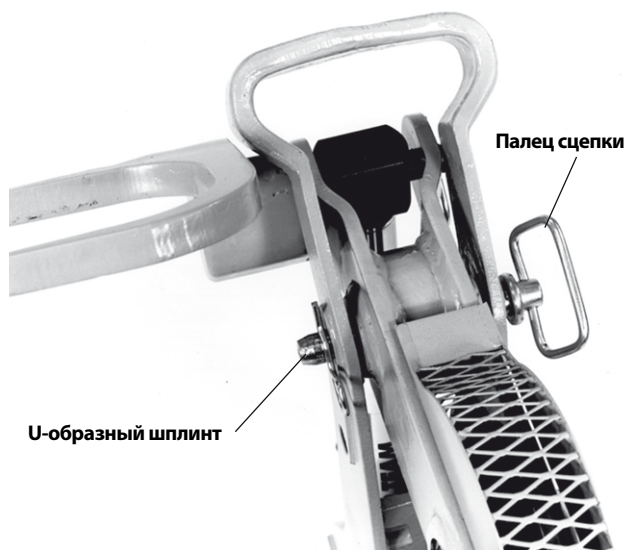

Рис. 9 – Снятие U-образного шплинта и пальца сцепки
- a. Снимите с поворотной консоли U-образный шплинт и палец сцепки (рис. 9). Переместите поворотную консоль в установочное отверстие с отметкой 6" – 8". (РЕКОМЕНДАЦИЯ: Чтобы поднять поворотную консоль, приведите в действие ножной насос). Совместите отверстие на поворотной консоли с отверстием в раме трубореза и вставьте палец сцепки и U-образный шплинт. Для перемещения используйте рукоятку на передней стороне поворотной консоли (рис. 10).